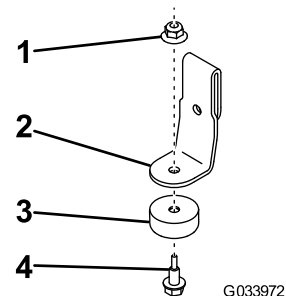

Figura 1
1. Sujete el amortiguador a la pletina del tope con un perno de cuello largo y una contratuerca (Figura 1).